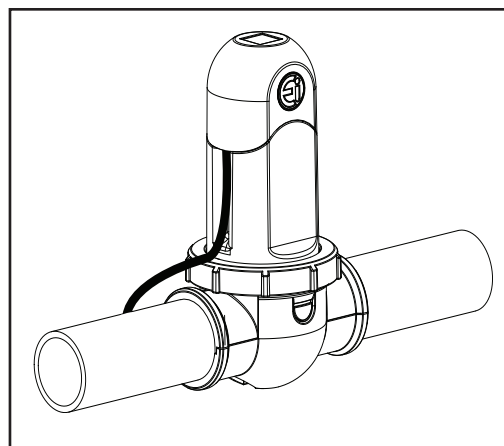

Figure 17. Fixer le capuchon terminal
16. Fixer le capuchon terminal (Voir Figure 17).